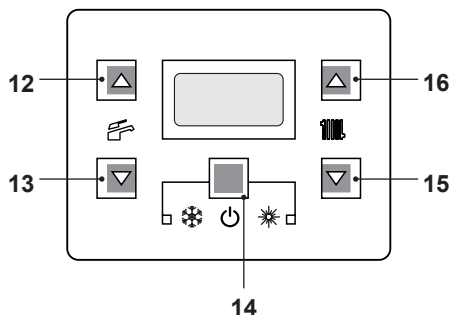
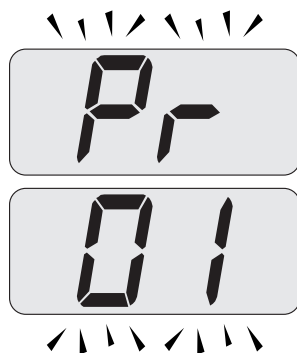
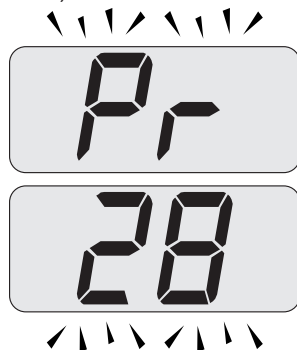

Figura 9.1
Figura 9.2
Figura 9.3
• Entrare in "modalità programmazione" premendo contemporaneamente per 10 secondi i tasti 14 - 15 - 16 (Figura 9.1) fino a far apparire sul display LCD le lettere **Pr** che si alternano con il codice **01**, indicanti l'entrata nel "parametro 01" (Figura 9.2).
- Scorrere i vari parametri utilizzando i tasti 15 o 16 fino a far apparire sul display LCD le lettere **Pr** che si alternano con il codice **28**, indicanti l'entrata nel "parametro 28" (Figura 9.3).
e 16 (Figura 9.1) fino a far apparire sul display LCD il valore del parametro 28 (es. 12 valore di default) (Figura 9.4).
- Premendo il tasto 14 (Figura 9.1) si ottiene la conferma del valore inserito.
- Premendo contemporaneamente i tasti 14 e 15 (Figura 9.1) si esce senza modificare il valore (ritorno alla lista parametri Figura 9.3).
- Premendo contemporaneamente per 10 secondi i tasti 14 - 15 - 16 (Figura 9.1) si esce dalla "modalità programmazione".